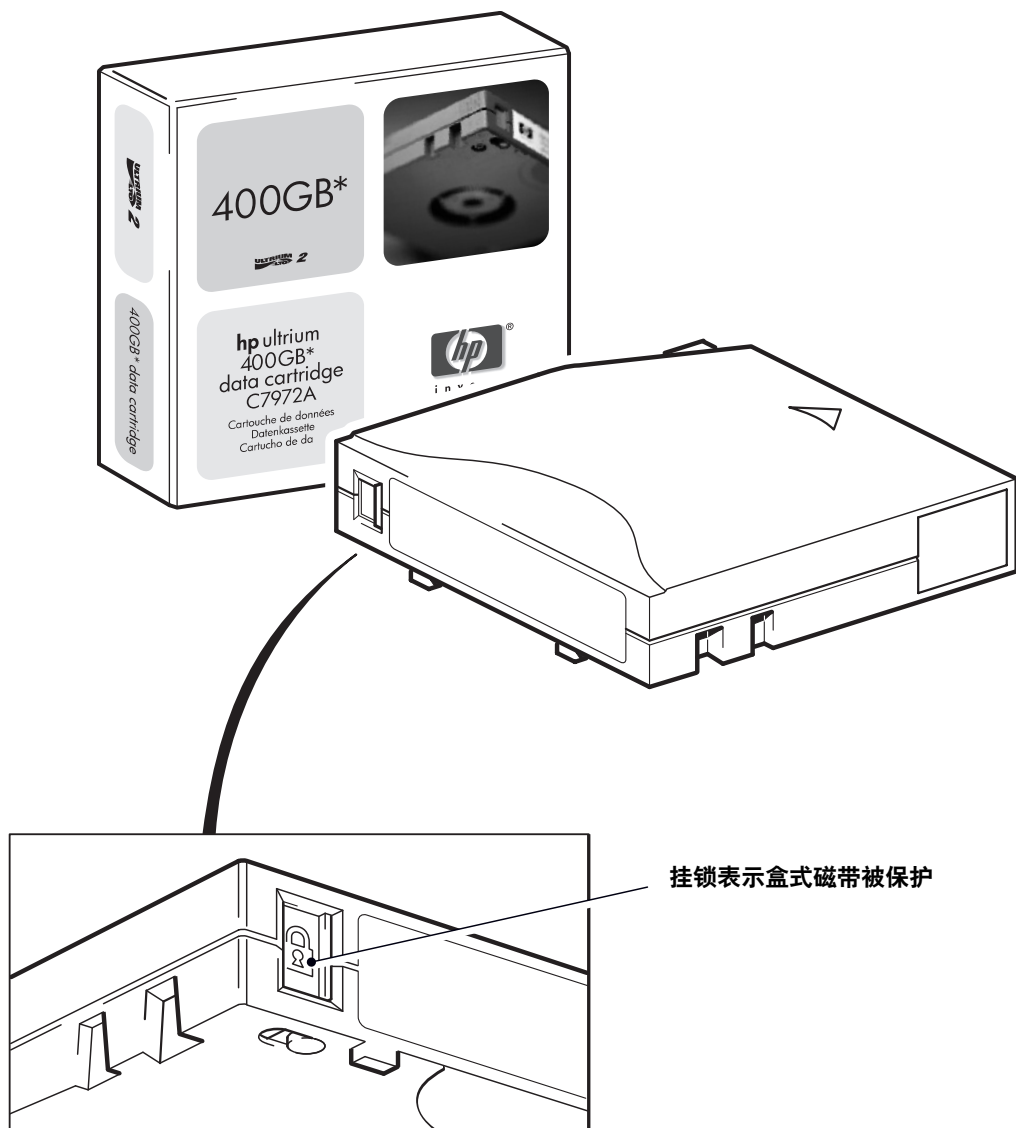

图 9：对盒式磁带设置写保护
- 要将盒式磁带设为可写，请将红色槽片向后滑动，以露出小孔，然后再将盒式磁带装入磁带机。图 9 说明了写保护标签的位置。